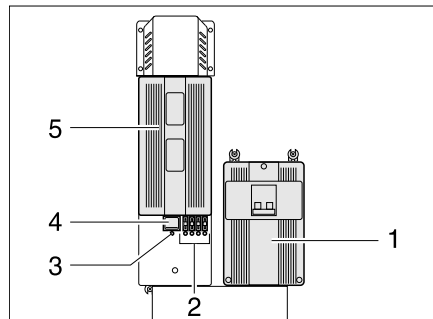
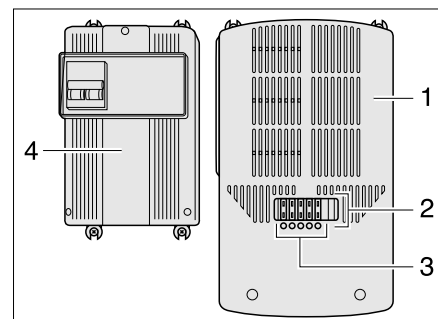

Bild 90 Netzgerät (Typ I)
Bild 91 Netzgerät (Typ II)
Das Netzgerät (Bild 90,5 bzw. Bild 91,1) ist neben dem 230-V-Sicherungsautomaten (Bild 90,1 bzw. Bild 91,4) montiert.
In das Netzgerät sind ein Hauptschalter (Bild 90,4) (nur Typ I), mehrere Sicherungen (Bild 90,2 bzw. Bild 91,2) und ein Überlastungsschutz integriert. Eine defekte Sicherung oder ein Kurzschluss im Stromkreis wird durch eine rot aufleuchtende LED unterhalb der Sicherung (Bild 90,2 bzw. Bild 91,3) signalisiert.
- Den Hauptschalter (Bild 90,4) unten drücken: Stellung "ON". Die grüne LED (Bild 90,3) leuchtet, wenn eine 230-V-Spannung anliegt.
- Den Hauptschalter (Bild 90,4) zunächst oben drücken: Stellung "OFF".